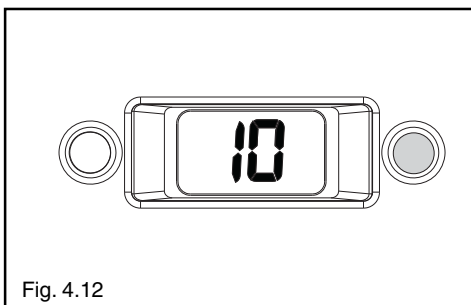

Fig. 4.12
- un blocco caldaia: si accende il led rosso e contemporaneamente sul visualizzatore digit lampeggia il codice anomalia (fig. 4.12). Vedi paragrafo **“Anomalie e segnalazioni luminose”**.